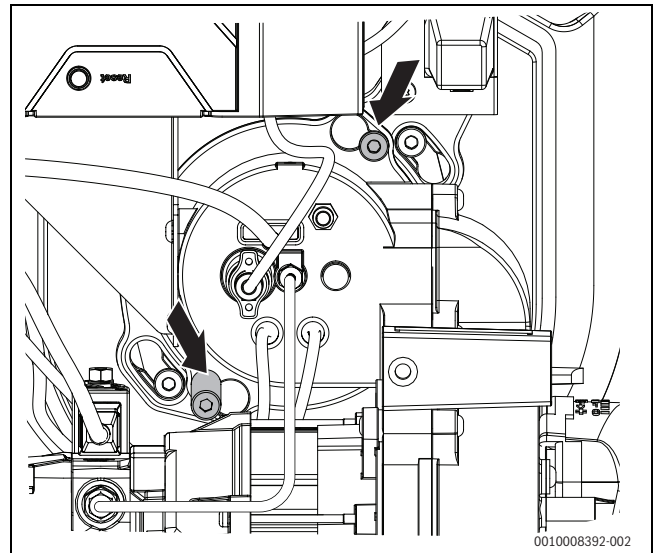

Fig. 35 Dévissage des vis de la fixation à baïonnette
- Desserrer les deux vis de la fixation à baïonnette (→fig. 35, flèches).
- Effectuer une rotation à gauche jusqu'à la butée et resserrer les vis de fixation (→ fig. 35, flèches, page 22).